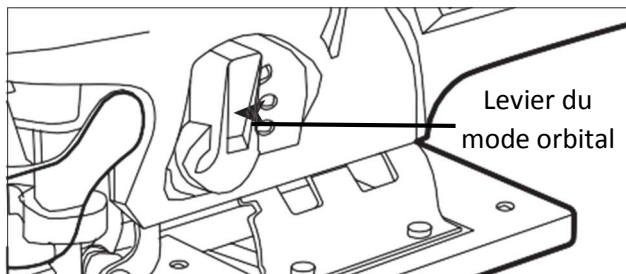

Figure 2
1. La scie sauteuse est dotée de quatre modes de coupe (trois réglages de coupe et un mode de coupe droite). Pour changer de mode de coupe, réglez le levier de mode orbital (16). Voir la figure 2, ci-dessous.